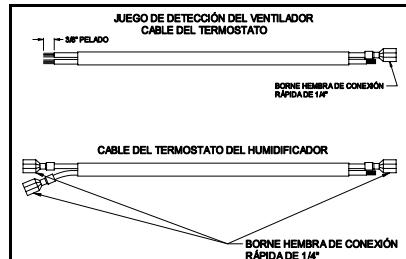

Figura 6
- Pele aproximadamente 3/8" de aislamiento de cada uno de los cuatro conductores en el nuevo cable del termostato. Sujete uno a los bornes hembra de 1/4" de un conductor. Sujete el otro borne hembra de 1/4" a uno de los extremos desnudos del cable original del termostato suministrado con el TM-90R/TM-2000. (Ver Figura 6)